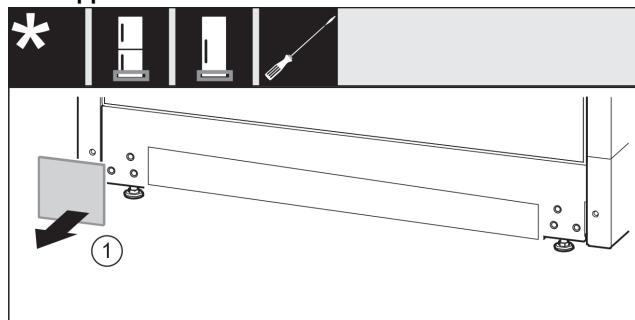

Fig. 13
- ▶ Tag afdækningen af. Fig. 13 (1)